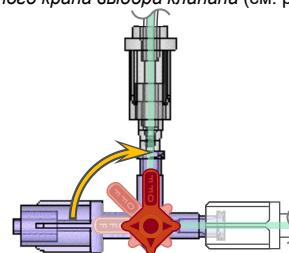

Рис. 3 — запорный кран DyeVert Power Stopcock в положении OFF (ВЫКЛ.)
- 9) Поверните DyeVert Power XT Stopcock в положение OFF (ВЫКЛ.) в направлении запорного крана выбора клапана (см. рис. 3).